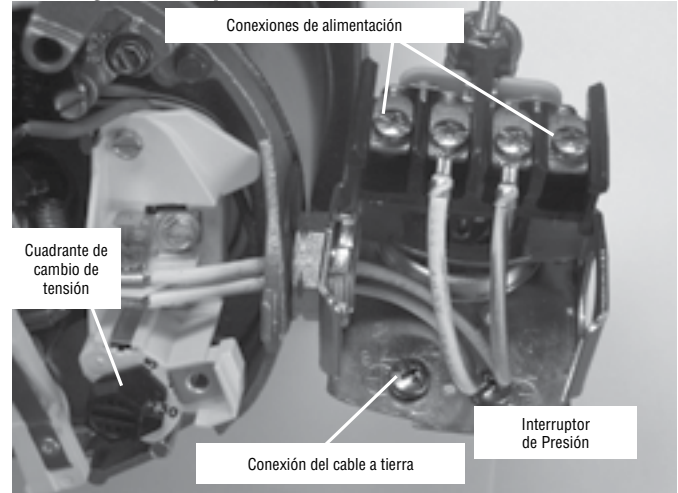

Figura 10: Tensión configurada para 230 V, tipo cuadrante.
3. Conecte los conductores de alimentación a los dos tornillos exteriores en el manóstato según se ilustra en el Figura 10.
4. Conecte el cable a tierra a una de las conexiones a tierra según se ilustra en la Figura 10.